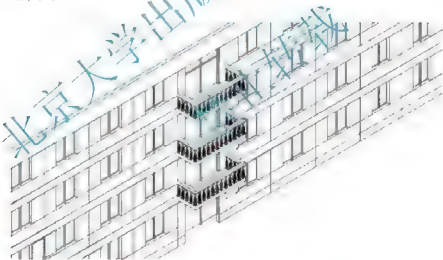

图 6.57 阵列生成 3 层和 4 层的阳台
(1) 单击【确定】按钮关闭对话框，组成阳台的所有图元均被选中。
(5) 启动【阵列】命令，阵列参数设定为 1 行、1 列、3 层、层偏移距离 3300mm，结果如图 6.57 所示。